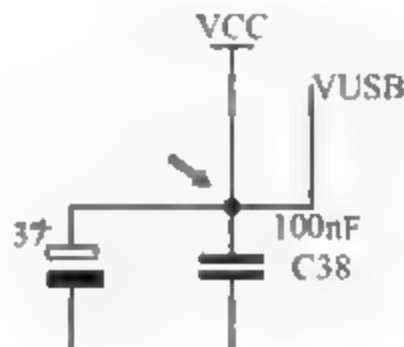

图 8-9 连接节点
3. 画原理图时出现不想要的节点(如图 8-9 所示),如何避免?